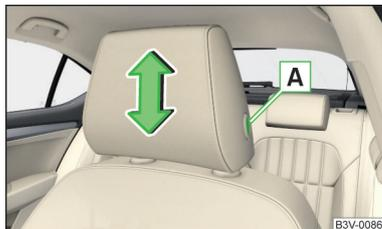

Fig. 82
- Enfoncez la touche de sécurité **[A]** et maintenez-la enfoncée » fig. 82.